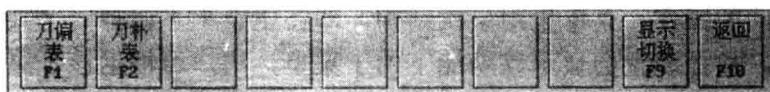

图 1-13 刀具补偿对话窗口
(1) 在开机回参后在机床控制面板上选择“手动”运行方式，进入手动操作机床。按下 MDI 面板上的软件功能键【F4】“刀具补偿”。弹出刀具补偿界面，如图 1-13 所示。